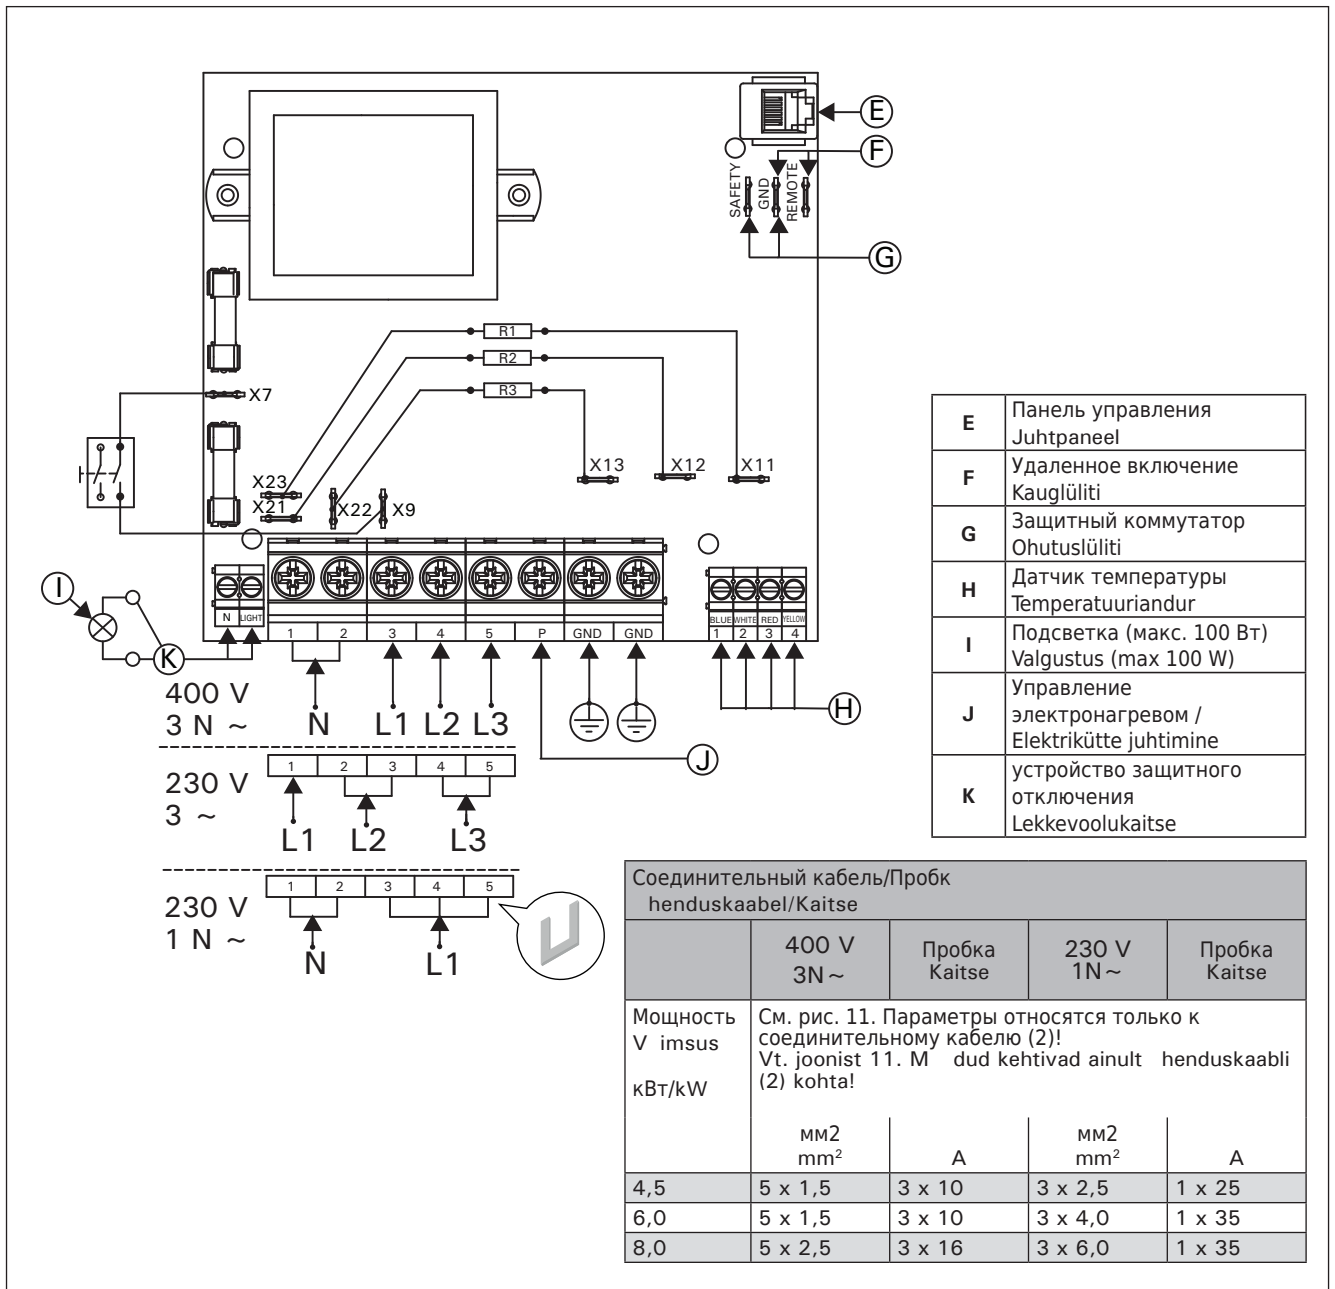

Рисунок 12. подключение каменок
Кроме разъемов питания каменки VE оснащены также разъемом (P), который делает возможным управление электрическим нагревом. (см. рис. 12).